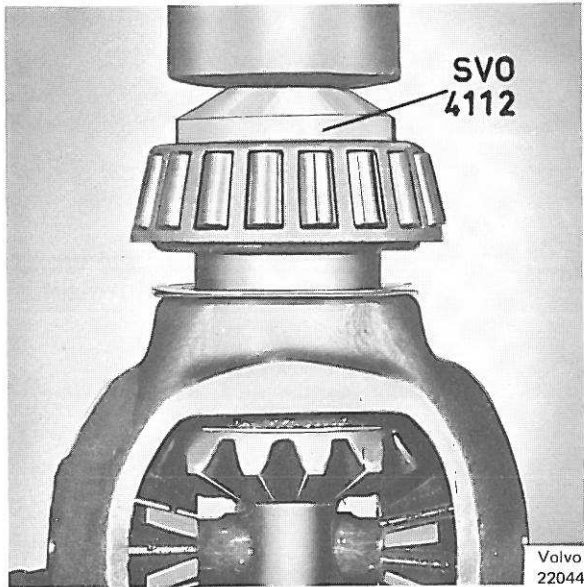

Figure 60. Montage des roulements de différentiel
4. Poser les cales de réglage sur le boîtier de différentiel et presser sur les roulements. Se servir pour ce travail de l'outil SVO 4112, voir figure 60. Pour le montage du deuxième roulement, se servir de l'outil SVO 2599 comme bague sous-jacente, afin d'éviter d'endommager le roulement.